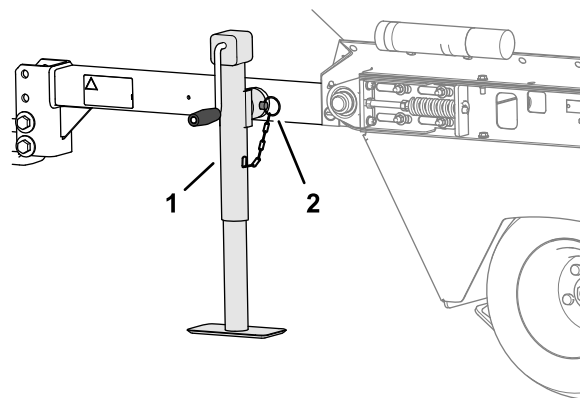

Figura 11
2. Gire el gato en sentido vertical (Figura 11).
3. Sujételo al tubo de montaje con el pasador (Figura 11).